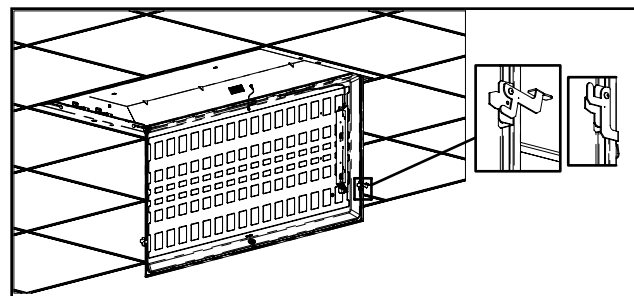

Figure 16.
16. Vérifiez que les deux loquets au bas du panneau DEL (C) sont en position ouverte, comme illustré à la figure 16.